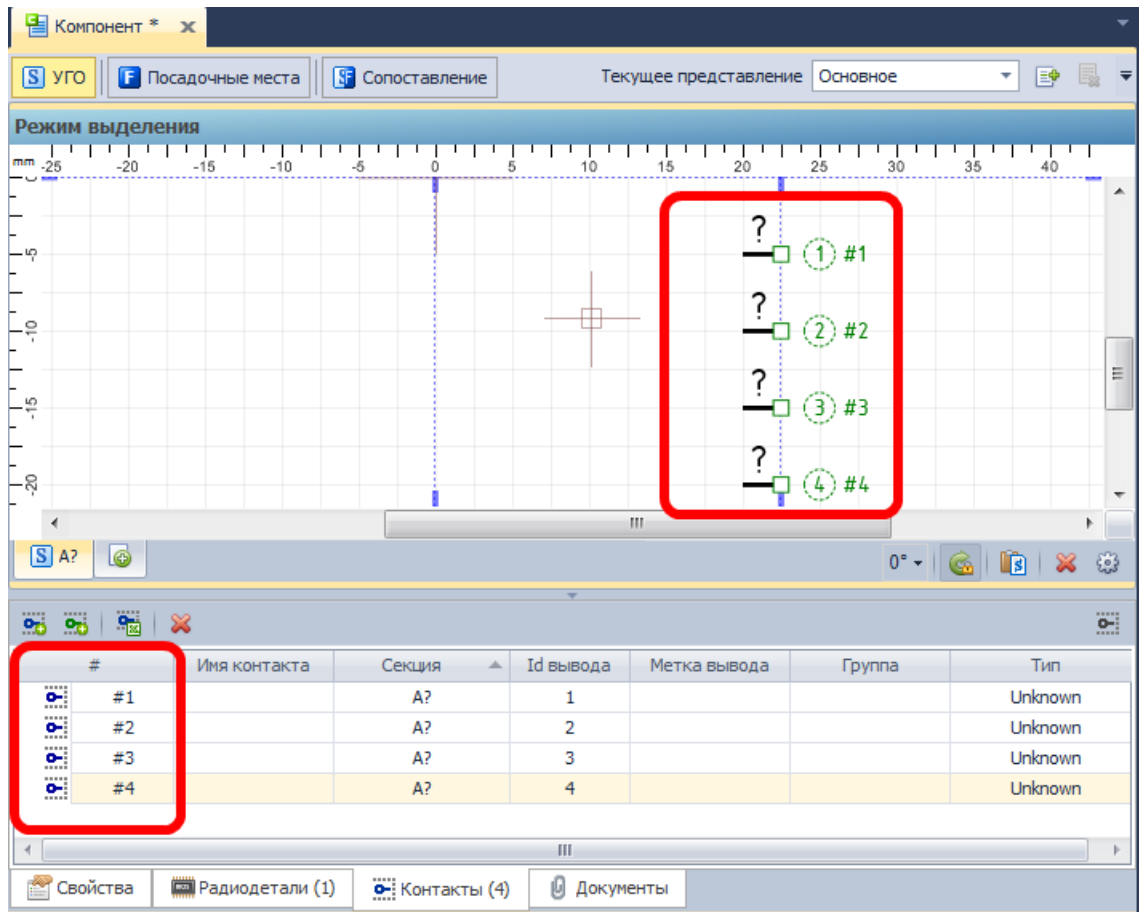

Рис. 260. Выводы размещены и сопоставлены с контактами
3. Переместить курсор в рабочую область редактора, выбрать подходящее место для выводов и разместить их, нажав левую кнопку мыши. Аналогичный результат можно получить, используя механизм «drag-and-drop». Выводы будут размещены и сопоставлены с контактами, см. Рис. 260. Сопоставление происходит подряд сверху вниз.